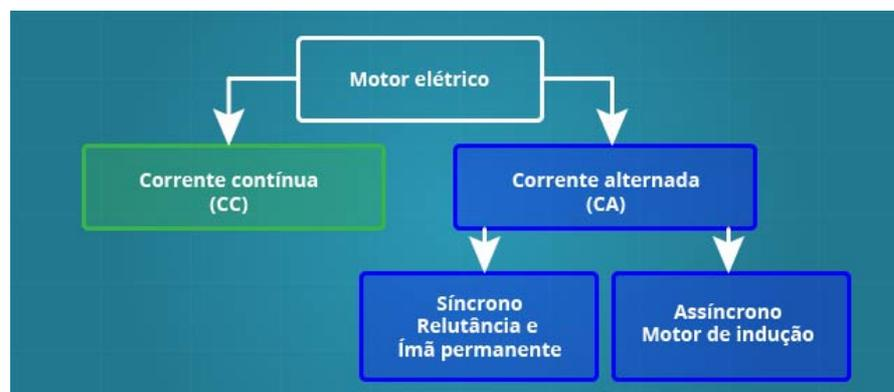

Figura 1 - Classificação básica das máquinas elétricas.
Um motor elétrico é um dispositivo capaz de converter energia elétrica em energia mecânica. Existe uma grande divisão entre os tipos de motores, que são os alimentados em corrente contínua (CC) e em corrente alternada (CA). Entre os de corrente alternada, ainda há a divisão entre motores síncronos e assíncronos, que são definidos em função da existência do sincronismo ou não entre os campos magnéticos do estator e rotor. As máquinas síncronas mais comuns são a de relutância e a máquina síncrona de ímãs permanentes, que tem esse nome devido ao campo do rotor ser gerado a partir de ímãs e não de bobinas. A máquina assíncrona mais popular é a máquina de indução, que leva esse nome devido ao campo no rotor ser gerado por indução magnética a partir do campo do estator. A Figura 1 mostra um resumo da classificação básica das máquinas elétricas.